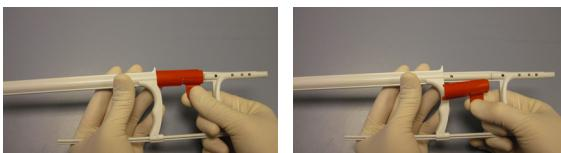

Figura 3 – Manipulação do bloqueio de transporte
- O stent autoexpansível encontra-se comprimido no espaço entre o lumen para o fio-guia e a bainha de aplicação do stent. O movimento involuntário do stent durante a retração da bainha é limitado pelo dispositivo de aplicação. A bainha de aplicação do stent dispõe de uma zona radiopaca na extremidade distal. A ponta também é radiopaca. O sistema dispõe igualmente de marcadores radiopacos localizados proximal e distalmente em relação ao stent carregado. Antes da aplicação, o bloqueio de transporte (Figura 3) tem de ser removido e eliminado.